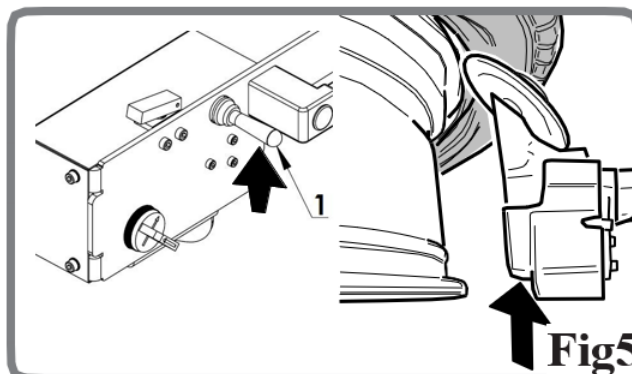

Fig50
- Pres dæksidebryderskiven mod den nederste dækside (B) ved hjælp af kontrol (1, Fig50).